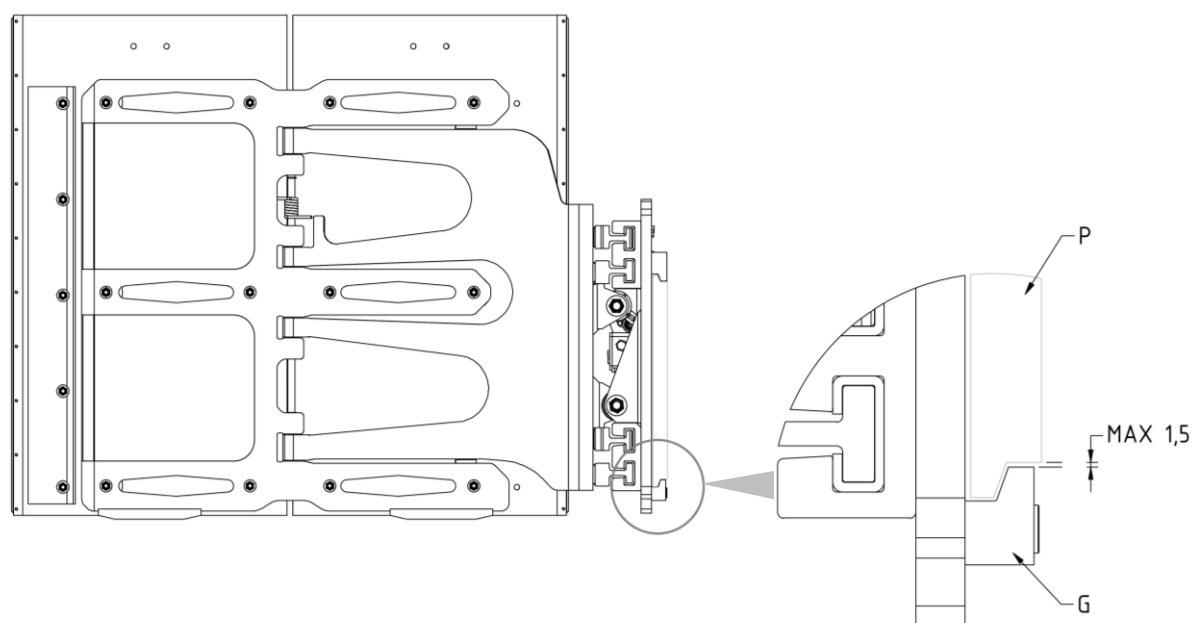

Figura 4
7. Riavvitare i 2 ganci inferiori **G** in modo che il corpo di questi rimanga agganciato anche inferiormente alla piastra porta forche **P** (con gioco max. 1,5mm, vedi dettaglio *Figura 4*), serrando con coppia di serraggio indicata nella *Tabella 3*.